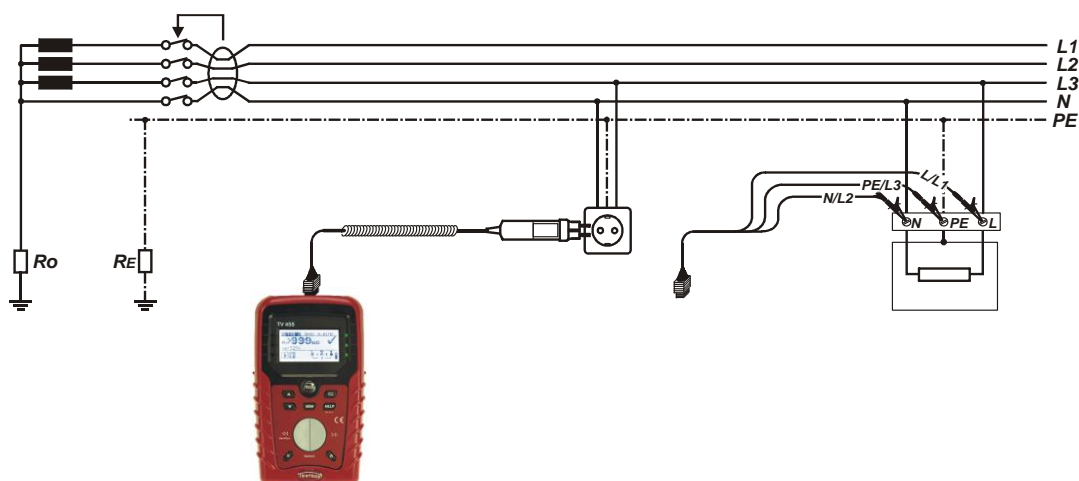

Bild 5.17: Anschluss des Plug Commanders (Netzsteckeradapter) und des Universalprüfkabels
- Schließen** Sie die Prüfleitungen am Prüfling **an** (siehe Bild 5.17).
- **Schließen** Sie die Prüflleitungen am Prüfling **an** (siehe *Bild 5.17*).
<ul style="list-style-type: none"> <li><input type="checkbox"/> Wählen Sie mit dem Funktionswahlschalter die Funktion RCD.</li> <li><input type="checkbox"/> Setzen Sie die Unterfunktion auf AUTO.</li> <li><input type="checkbox"/> Stellen Sie (bei Bedarf) die Prüfparameter ein.</li> <li><input type="checkbox"/> Schließen Sie das Prüfkabel am Instrument an.</li> <li><input type="checkbox"/> Schließen Sie die Prüflitungen am Prüfling an (siehe Bild 5.17).</li> <li><input type="checkbox"/> Drücken Sie die Taste TEST, um die Messung durchzuführen.</li> </ul>	Start der Prüfung